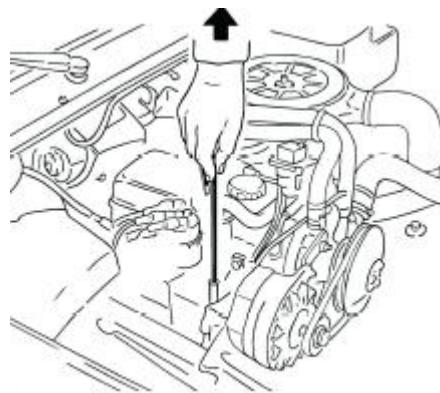

FIG. 1
- Es ist besser, das heiße Öl zu entleeren. Die gesamte Saugkapazität der Maschine beträgt 2/3 ihres Volumens (etwa 53 Liter). Wenn der Motor noch warm ist, ersetzen Sie die Motoranzeige durch ein geeignetes Saugrohr (den größten Durchmesser) und setzen Sie es so niedrig wie möglich ein. (Abbildung 1).